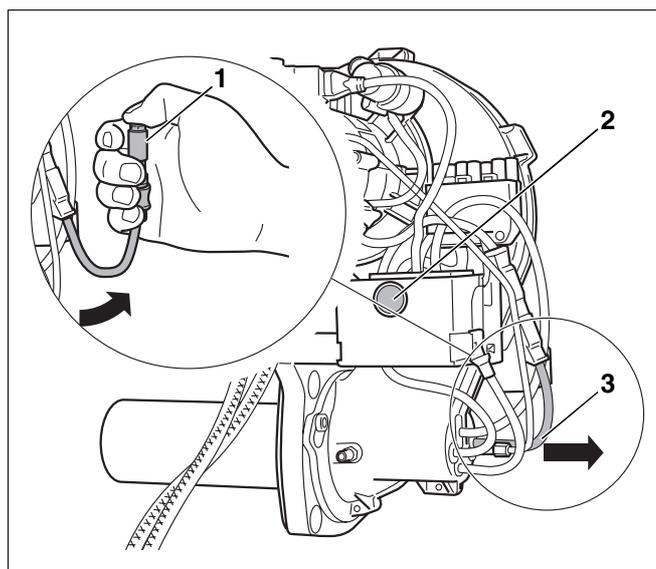

Abb. 34 Flammenfühler auf Funktion prüfen
- Flammenfühler bei laufendem Brenner am vorgesehenen Griff aus der Halterung ziehen (Abb. 34, **Pos. 3**).
- Flammenfühler abdecken (Abb. 34, **Pos. 1**). Es muss nach Wiederanlauf eine Störabschaltung erfolgen.
- Nach einer Wartezeit von ca. 30 Sekunden den Ölfuerungsautomaten durch Drücken des Entstörtasters (Abb. 34, **Pos. 2**) entriegeln.